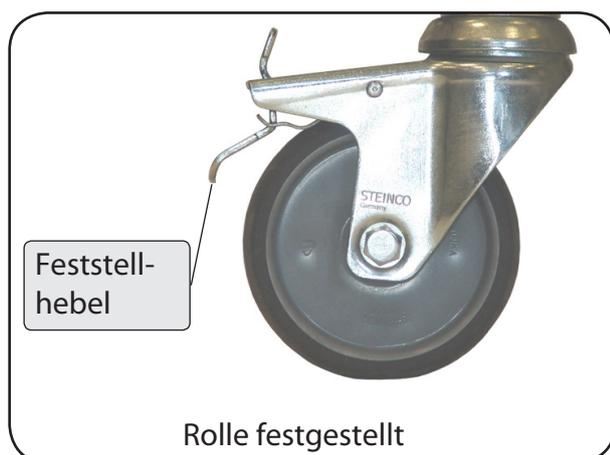
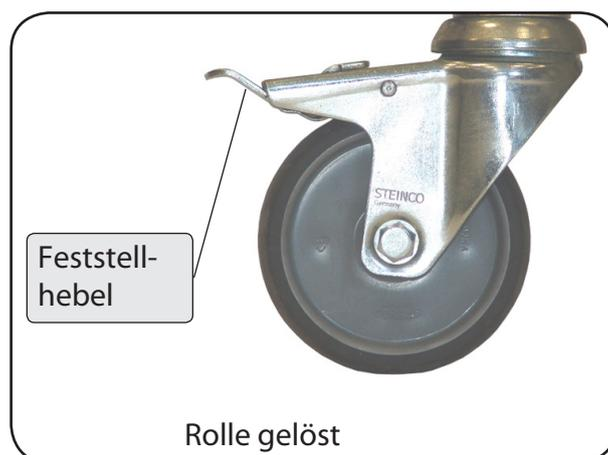

Abbildung 13
Abbildung 14
3. Entriegeln Sie den Notauschalter (Abbildung 13), falls er gedrückt ist, durch Verdrehen im Uhrzeigersinn.
Die Feststellbremsen gehören zu den wichtigen Sicherheitselementen eines aks-Patientenlifters. Die hinteren Rollen sind mit Feststellbremsen ausgestattet, welche direkt auf die Räder wirken. Drücken Sie zum Blockieren der Rollen mit dem Fuß die Feststellhebel bis zum Anschlag (Abbildung 13). Der aks-Patientenlifter lässt sich in diesem Zustand nicht mehr schieben. Drücken Sie zum Lösen der Rollen auf den nach oben stehenden Feststellhebel (Abbildung 14).